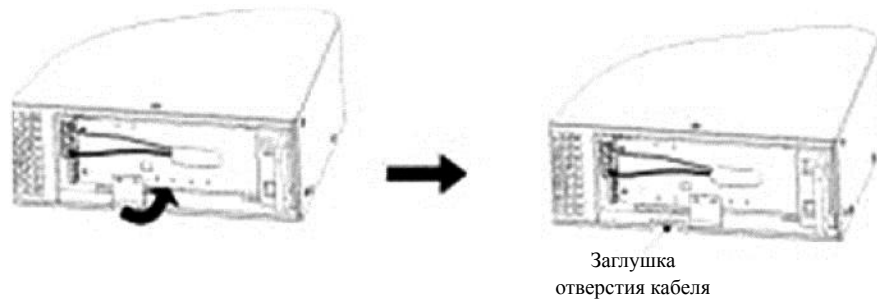

Рисунок 9 Снятие заглушки с отверстия батарейного кабеля
- b) В нижней части передней панели ИБП снимите заглушку с отверстия для прокладки батарейного кабеля (см. рисунок 9).